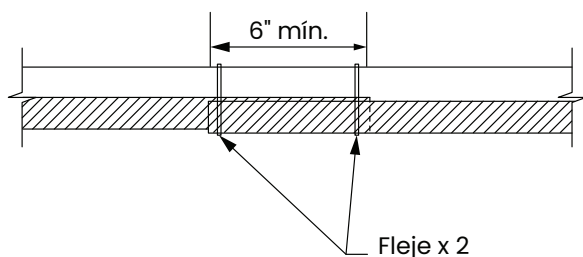

Figura 48: Flejado en casos de solapamiento
El Soporte de tubería PEX-a de Uponor se fija a la base de la tubería PEX usando los tres (3) flejes incluidos. Los flejes son de nilón y proporcionan una clasificación de tensión de 120 libras. Si se pierden los flejes, utilice flejes de igual o mayor fuerza en su lugar. Los flejes deben colocarse un máximo de cada 3 pies (0.9 m). Consulte la **Figura 48** para el uso de flejes donde hay solapamiento.